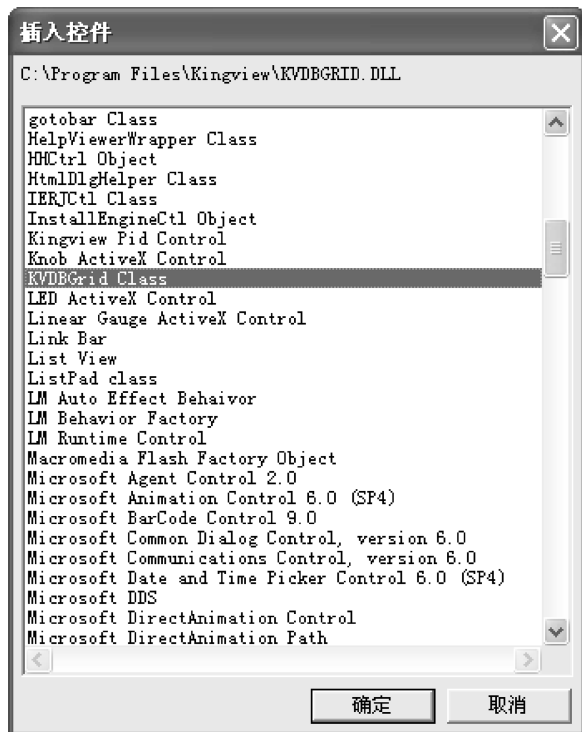

图 8-47 通用控件对话框
- 1) 单击工具箱中的“插入通用控件”工具或选择菜单命令“编辑\插入通用控件”，则弹出控件对话框。在控件对话框内选择“KVDBGrid Class”选项，如图 8-47 所示。